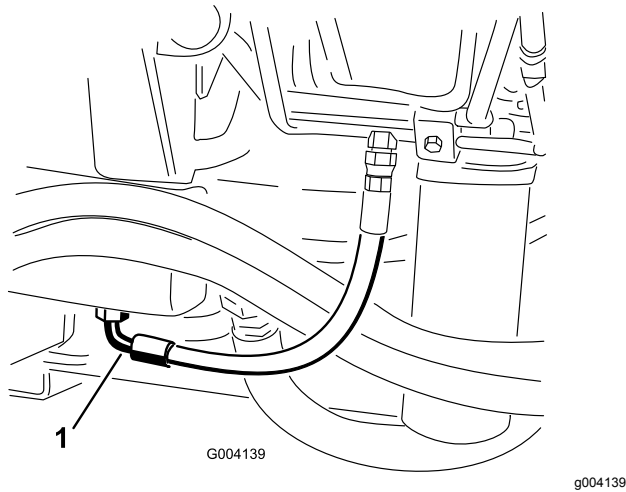

Figura 68
3. Coloque un recipiente grande debajo del acoplamiento situado en la parte inferior del depósito de fluido hidráulico (**Figura 68**).